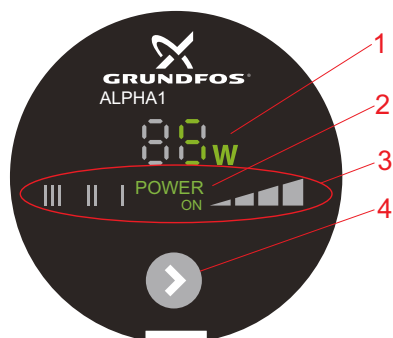

Fig. 8 Panel de control de la bomba GRUNDFOS ALPHA1
La pantalla (fig. 8, pos. 1) se enciende al conectar el suministro eléctrico.
El campo luminoso "POWER ON" (fig. 8, pos. 2) se ilumina al conectar el suministro eléctrico.
La bomba posee siete ajustes opcionales que se pueden seleccionar empleando el pulsador. Consulte la fig. 8, pos. 4.
Cada vez que se presiona el pulsador (fig. 8, pos. 4), cambia la configuración de la bomba.